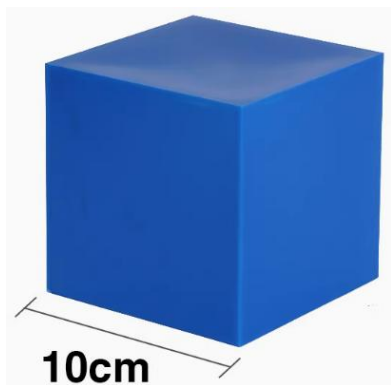

图 9 原料示意图
(6) 原料采用 10cm*10cm*10cm 正方体方块，材质为塑料，重量 80 克左右。如图 9 所示。